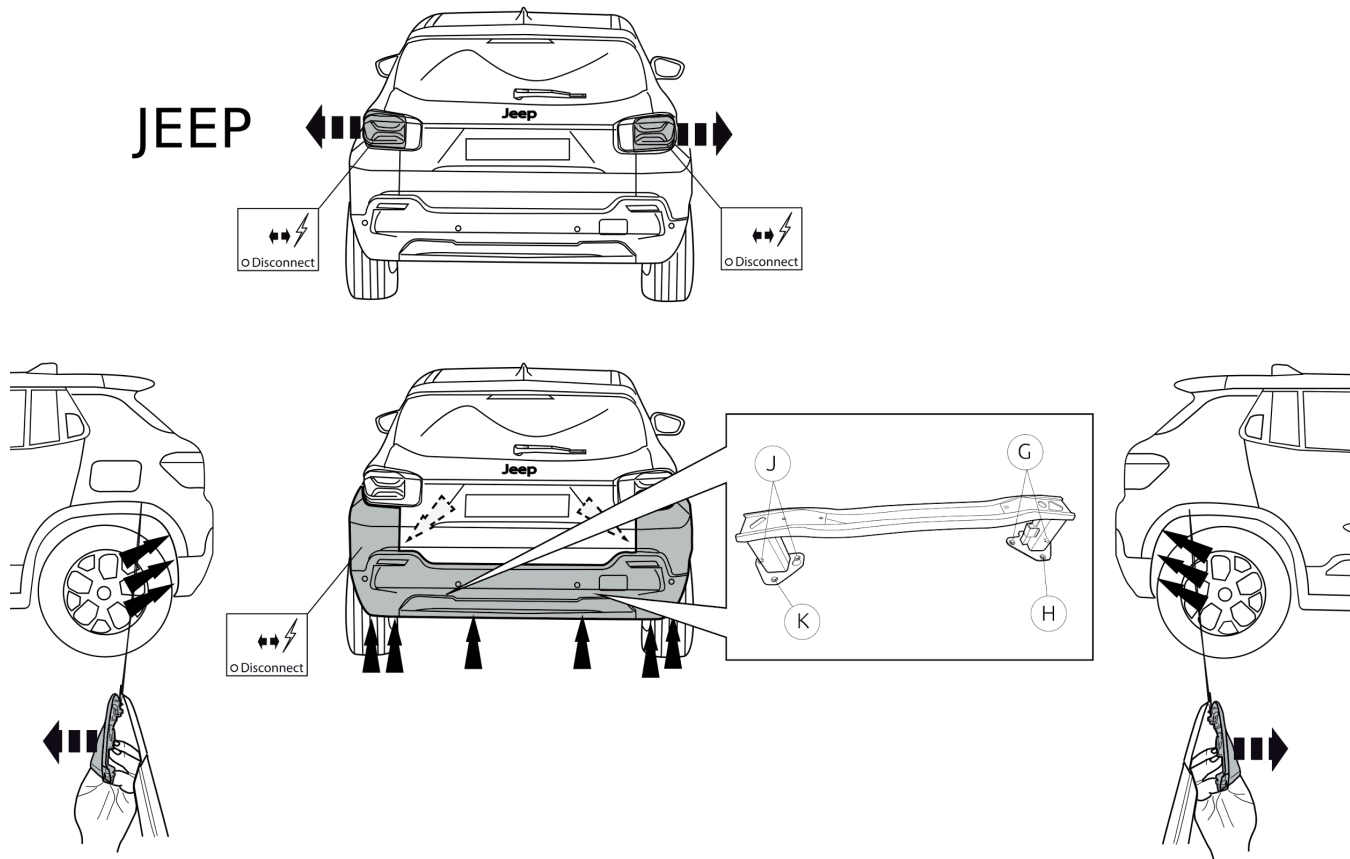

Fig. 1
1. Снять бампер. См. рисунок 1,2,3 & 4.